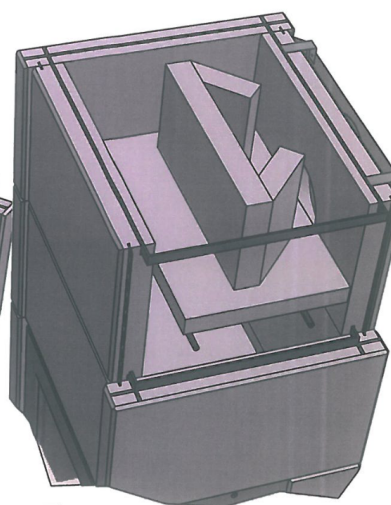

Fig. 14
2. Monter to labyrintklosser (120 x 160 x 40), som vist på fig. 14.